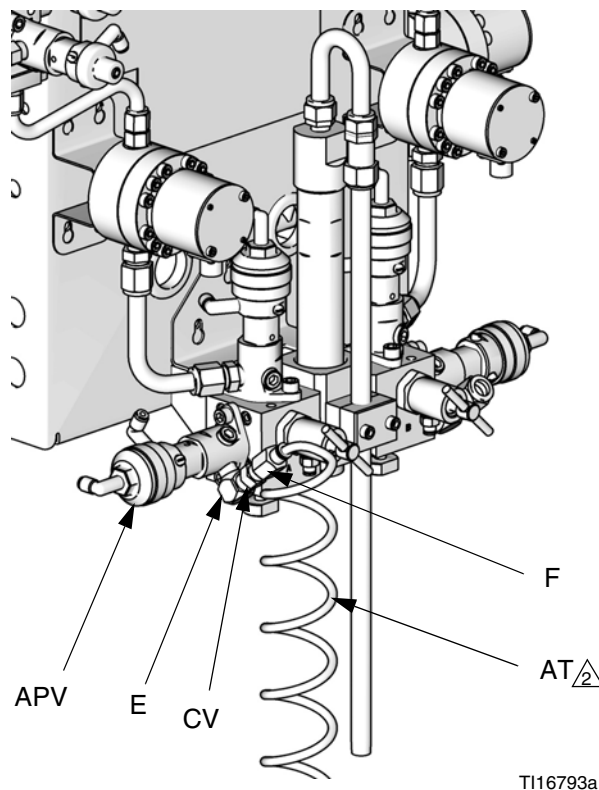

FIG. 5. Matningsrör och backventil för rensningsluft
5. Se FIG. 5. Installera det åtföljande vinkelröret (E), backventilen (CV) och rörfästet (F) vid luftrensingsventilens (APV) inlopp. Använd det 7,6 m (25 fot) långa röret för rensningsluft (AT, åtföljande) med 6 mm (1/4 tum) yttre diameter för att ansluta en ren och torr luftslang till fästet (F) vid luftrensingsventilens inlopp. Installera filter/torkare efter behov.